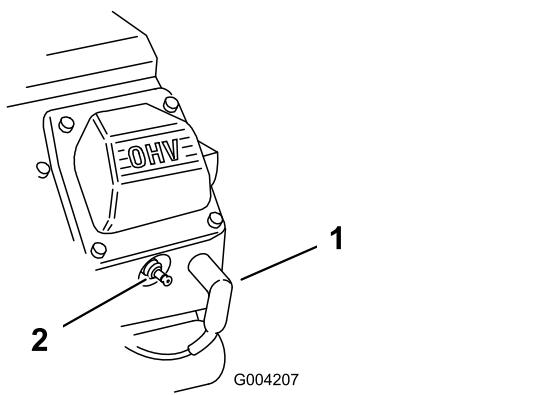

Figura 48
2. Desconecte los cables de las bujías (Figura 48).
- Conecte los cables a las bujías (Figura 48).